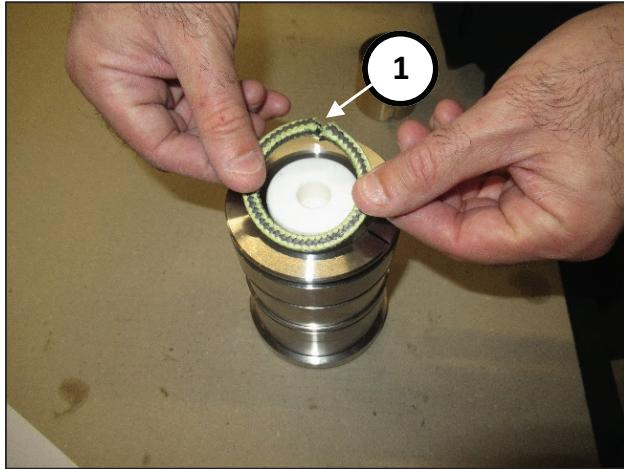

Abb. 180
Setzen Sie die drei KC-Dichtringe ein und achten Sie darauf, dass die Öffnungen im Winkel von 120° zueinander ausgerichtet sind (Pos. ①, Abb. 180).